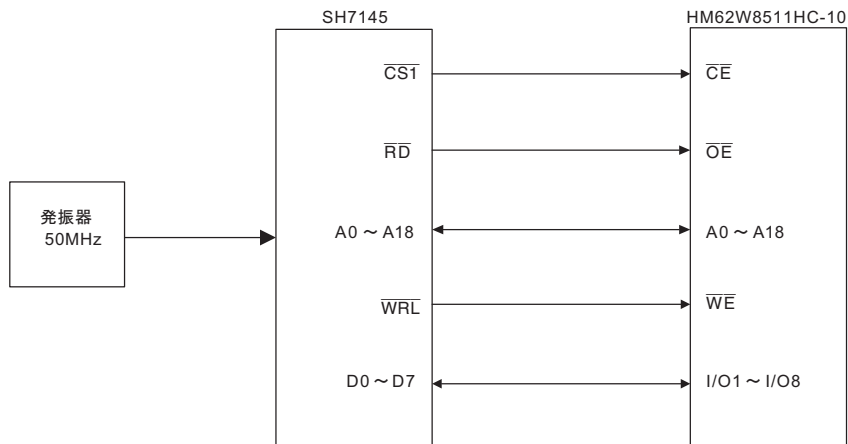

図1 SH7145 および HM62W8511HC-10 接続ブロック図
- (1) 図1に示すようにSH7145のモード2（内蔵ROM有効拡張モード）により、4Mビット（512k×8）SRAM（HM62W8511HC-10）とのインタフェースを行います。